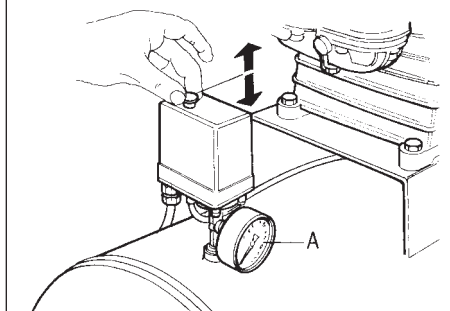
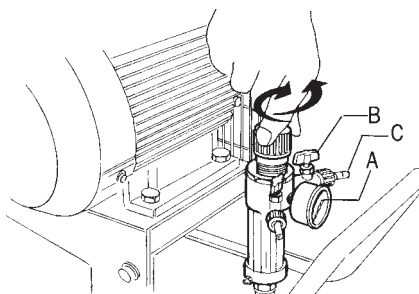

fig. 3
fig. 6
- controleer of de rode drukknop op de pressostaat in de rustpositie "OFF-0" (fig. 3) staat.
Om de compressor uit te doen dient men de drukknop in de stoppositie "OFF - 0" naar beneden te duwen (Fig. 3).
- Bij compressoren met een drukregelaar de gewenste druk afstemmen door de regelingsknop (Fig. 6), als volgt te bedienen: bij regelaars met handvatten die op de gewenste druk geblokkeerd kunnen worden,
moet men er zeker van zijn dat het handvat vrij en niet geblokkeerd is, voor men begint het handvat voor de regeling te draaien; anders moet men het vrijmaken door het naar boven te trekken totdat men de "klik" heeft overschreden die het blokkeert. De regelingshandvatten laten de uitgangsdruk stijgen wanneer men naar rechts en dalen wanneer men naar links draait. Bij regelaars met kranen mag het openen en het sluiten van het lucht absoluut niet plaatsvinden door het slagklepje van de kraan met tangen of gereedschappen te bewerken zodat het slagklepje B zelf zou kunnen breken (Fig. 6); onder normale omstandigheden vervult de kraan zijn functie zonder bijzondere moeite. Er bestaan twee drukregelaarfamilies waarvan de maximale bedrijfsdruk respectievelijk 8 en 10 bar is, hogere drukken brengen de normale werking in gevaar. De gebruiksdrukwaarde zal op de manometer A (Fig. 6), aangegeven staan terwijl de op de manometer A (Fig. 3) afgelezen druk de interne druk van het reservoir zal zijn.
- De buis van het apparaat dat men wil aansluiten, aansluiten op luchtuitgangskraan C (Fig. 6) en de kraan openen. Nadat men de compressor heeft gebruikt, de kraan sluiten.